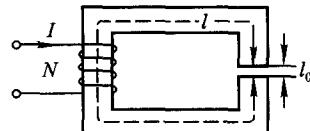

图 1.1
1.3.1 在如图 1.1 所示恒定磁通磁路中, 铁心的平均长度 $l = 100 \text{ cm}$, 铁心各处的截面积均为 $A = 10 \text{ cm}^2$, 空气隙长度 $l_0 = 1 \text{ cm}$ 。当磁路中的磁通为 0.0012 Wb 时, 铁心中磁场强度为 6 A/cm 。试求铁心和空气隙部分的磁阻、磁位差和线圈的磁通势。